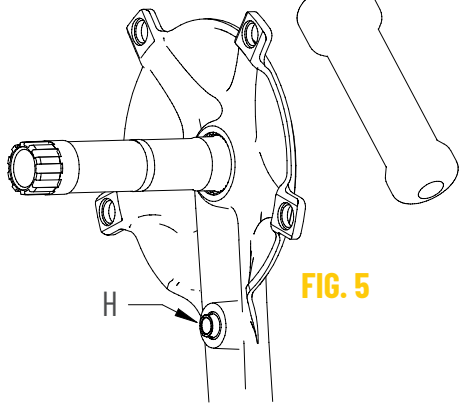

FIG. 5
- La femmina fissaggio ingranaggio presente nel braccio della pedivella destra (Fig. 5) è un elemento intercambiabile. Se necessario togliere la femmina dal corpo pedivella, inserite una chiave a brugola da 5 e ruotate in senso antiorario.
- The female gear attachment is present in the right arm of the crank [Fig.5], it is interchangeable, if necessary take off the female of the crank body, insert a 5mm Allen key and turn Counter-clockwise.
- La fixation femelle présente dans la manivelle droite [Fig.5], est interchangeable, si nécessaire retirer la partie femelle du bras de manivelle, insérer une clé Allen de 5 mm et tourner dans le sens inverse des aiguilles d'une montre.